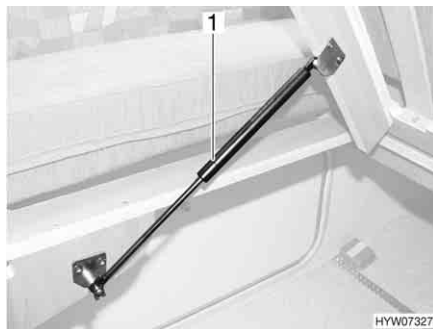

Bild 112 Fast säng
- Lyft ribbotten. Gasfjädrarna (Bild 112,1) håller kvar ribbotten i öppet läge.